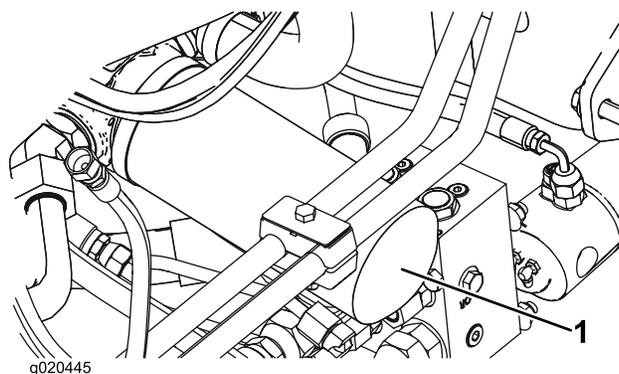

Figura 68
3. Collocate una bacinella di spurgo sotto il filtro e toglie il filtro (Figura 68).